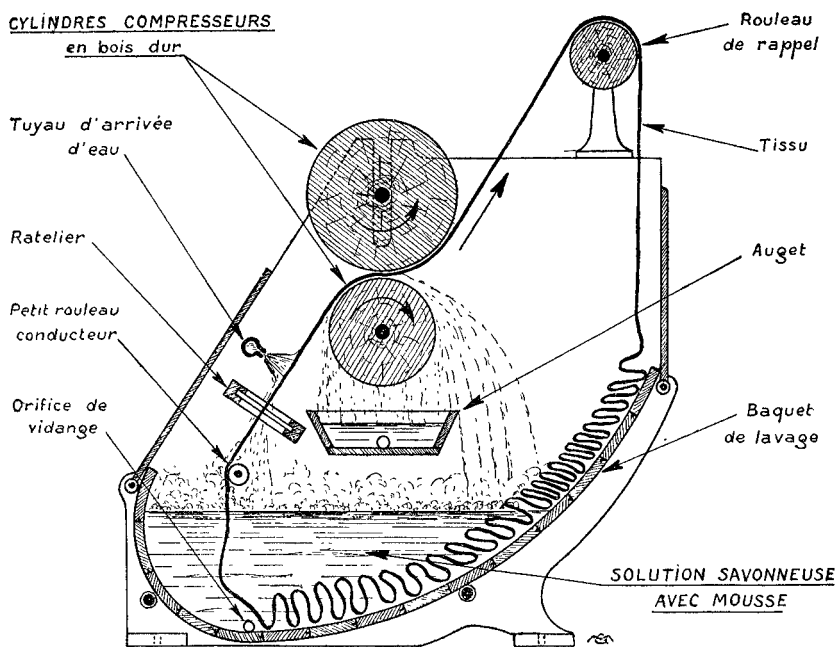

Fig. 34. — LAVAGE DES TISSUS DE LAINE. — *Laveuse en boyau.*
**Laveuses en boyau.** — Le modèle le plus courant consiste simplement en un baquet de forme appropriée (fig. 34) construit en bois
Dans une laveuse au large l'étoffe soumise au traitement de lavage est maintenue tendue dans le sens de sa largeur grâce au dispositif de la *barre élargisseuse*. Celle-ci, visible sur la figure 34, consiste en une traverse de bois sur laquelle est fixée une plaque de porcelaine dont la face supérieure présente des cannelures en chevrons rompus qui divergent à partir du milieu de la plaque. Il est facile de comprendre comment la pièce humide et molle qui glisse sur ces cannelures, en épouse le mouvement et s'étire dans le sens de sa largeur.